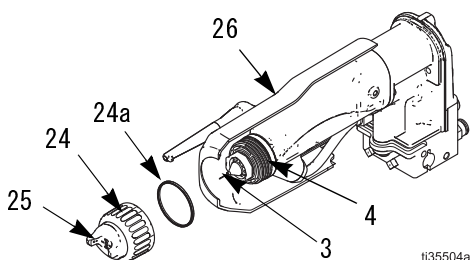

図 11. エアキャップおよび液体ノズルの清掃
1. タービンエア (TA) をオフにします。
- b. エアキャップアセンブリ (24、25) とシュラウド (26) を取り外します。図 11 を参照してください。
- c. 溶剤で湿らせた布で、ガンの液体ノズル (4) をきれいに拭きます。溶剤がエアの経路に入らないようにしてください。ガンの清掃は、可能な場合は常に下を向けて行ってください。
- d. 液体ノズル (4) のエア経路にペンキが存在すると思われる場合には、サービス作業を行うためにガンをラインから外してください。清掃や交換のために液体ノズルを取り外す方法については、エアキャップと塗料ノズルの交換、31 ページを参照してください。
- e. 柔らかな獣毛ブラシと溶剤を使ってエアキャップ (25) を清掃するか、適切な溶剤にエアキャップを浸して、布で拭いて清掃します。金属製の工具は使用しないでください。
- f. シュラウド (26) を開いてガン側にスライドします。
- g. 注意しながらエアキャップ (25) を取り付けます。電極 (3) はエアキャップの中央の穴を通してください。エアキャップを回して希望の場所に移動します。
- h. U カップ (24a) がリテーナリング (24) の所定位置に取り付けられていることを確認してください。リップは前に向ける必要があります。エアキャップが所定位置にしっかりと固定されるまでリテーナリングを締めます。手でエアキャップホーンを回すことができない程度まで締めてください。